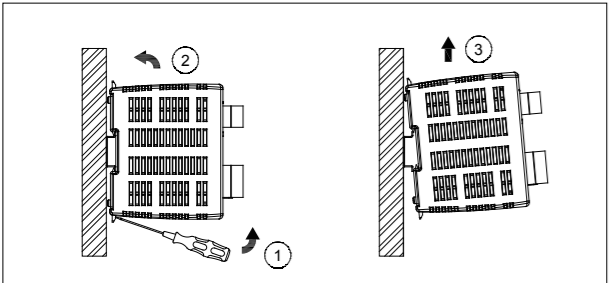

Figure 3
4. Dismounting (Fig. 3)
To uninstall, pull or slide down the latch as shown in Fig. 3. Then, slide the PSU in the opposite direction, release the latch and pull out the PSU from the rail.
4. Démontage (Fig. 3)
Pour démonter l'appareil, tirez ou faites coulisser le loquet vers le bas comme indiqué à la Fig. 3, faites coulisser l'appareil dans la direction opposée, relâchez le loquet et enlevez l'appareil du rail.